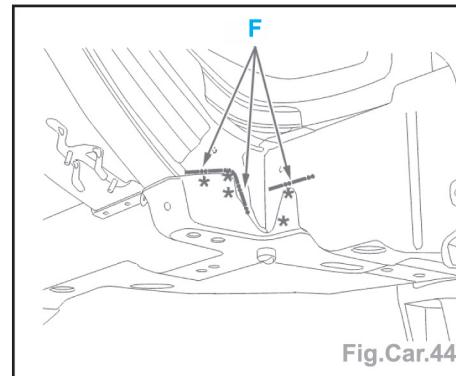

Fig. Car.44
- Découper par fraisage des points (Fig.Car.44).